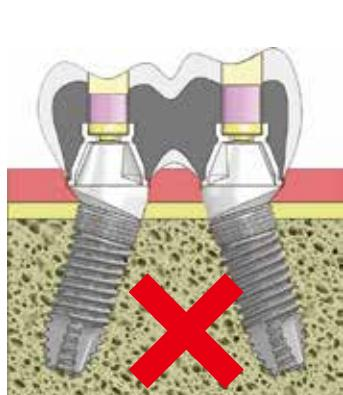
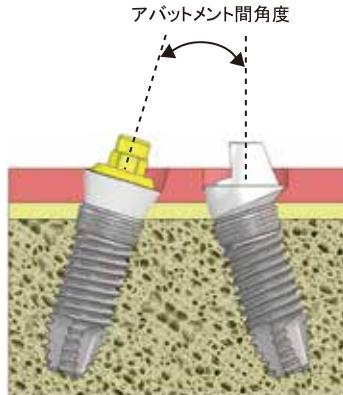

図1
図2
- 強度上の問題がございますので、アングルコニカルアバットメントだけの連結症例とはしないでください(図1)。少なくとも1つはコニカルアバットメント(キーなし/六角なし)を使用してください(図2)。
- アバットメント間の角度(図2)は下表の角度以下として下さい(3本以上の場合は最大角度)。下表の角度を超えた場合、上部構造を着脱することができません。